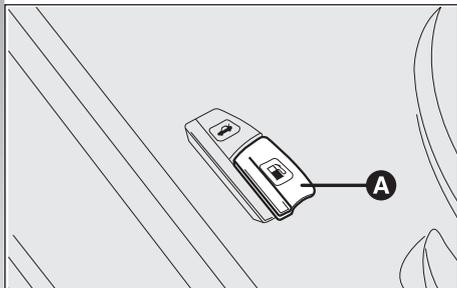
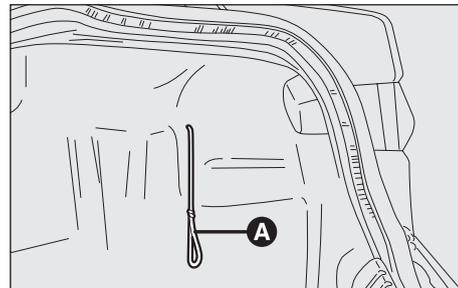

Abb. 170
Abb. 172
**TANKVERSCHLUSS (Abb. 170)**
Im Notfall kann die Klappe (A, Abb. 170) durch Ziehen der Schnur (A, Abb. 172) auf der rechten Kofferraumseite geöffnet werden.